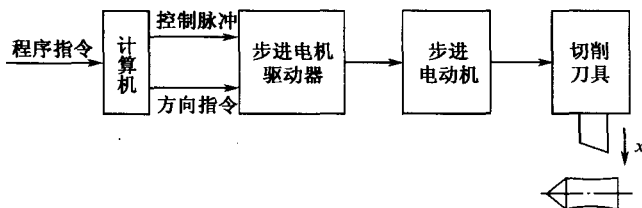

图 1-6 机床控制系统
3. 图 1-6 表示一个机床控制系统,用来控制切削刀具的位移 x 。说明它属于什么类型的控制系统,指出它的控制器、执行元件和被控变量。